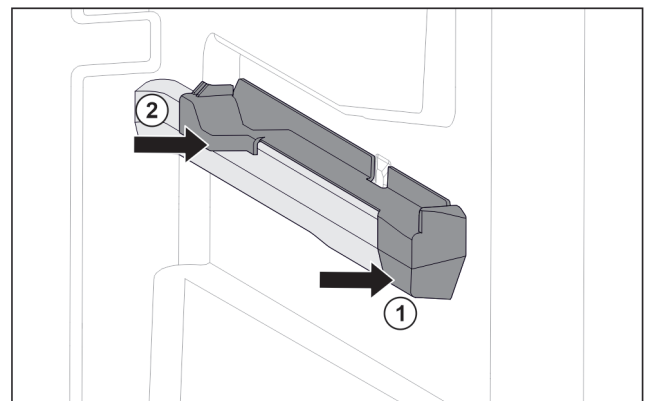

Fig. 151 Aufsteckteil auf der rechten Behälterrippe
- Aufsteckteil vorne an Behälterrippe ansetzen. Fig. 151 (1)
- Aufsteckteil hinten andrücken. Fig. 151 (2)